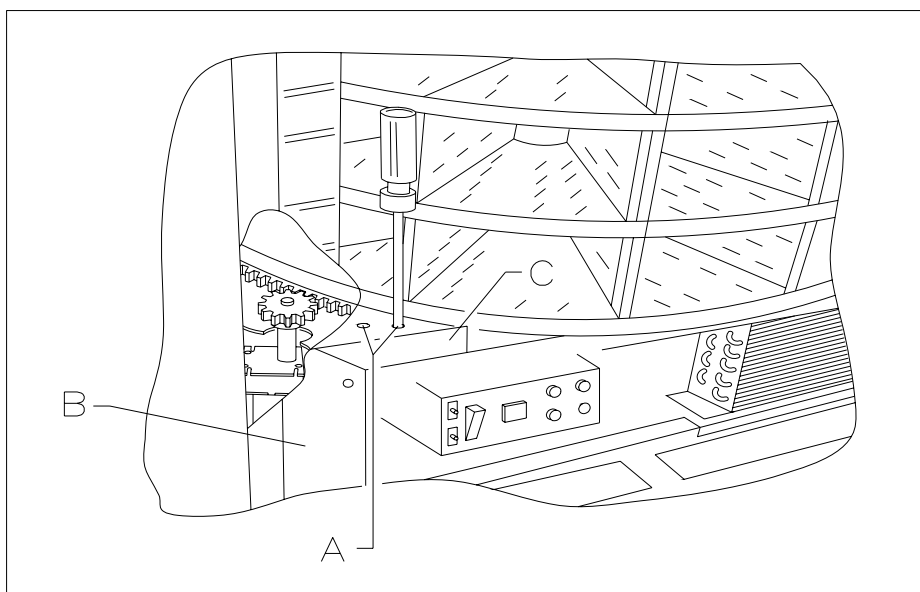

FIG. 16
2. Aprire la porta e togliere la staffa di supporto Rif. B FIG. 16.
3. Togliere i tappi Rif. A FIG. 16 e svitare la protezione Rif. C FIG. 16.